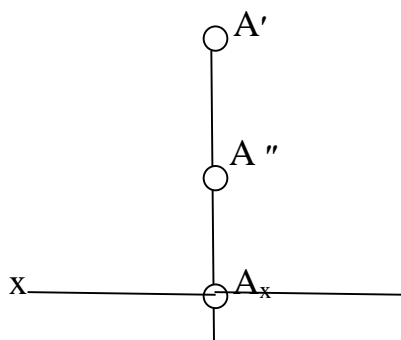

Рис.1
3. Для того, чтобы построить эюр точки, необходимо определить, какими координатами задаются горизонтальная и фронтальная проекции точки. $A'(x; y)(0; -20)$, $A''(x; z)(0; 10)$. На оси Х в любом месте отмечаем точку A_x , через нее проводим линию связи, перпендикулярную оси Х. Начинаем отмечать точку A' , откладывая ординату вверх 20мм (т.к. отрицательная ордината направлена вверх), затем отмечаем точку A'' , откладывая положительную аппликату тоже вверх 10мм (т.к. положительная аппликата направлена вверх) (Рис.1)